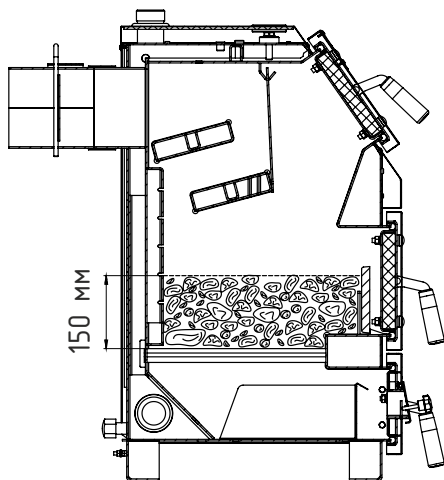

Рис.6 Заполнение котла топливом для номинального режима
8.4.3. Добавьте очередную порцию топлива, когда разгорится первый слой основного топлива. Для работы котла в номинальном режиме (рис.6) поддерживайте слой топлива на колосниковой решетке около 150 мм. Для предотвращения выхода дыма в помещение через загрузочную дверцу при добавке основного топлива, закрывайте заслонку (поз.15) на поддувальной дверце (поз.16). После загрузки порции топлива откройте заслонку. При температуре теплоносителя в котле и системе менее 60°C может образовываться конденсат по всей поверхности теплообменника. При прогреве теплоносителя выше 60°C конденсатообразование прекращается.
8.4.6. Добавьте очередную порцию топлива, когда разгорится первый слой основного топлива. Для работы котла в номинальном режиме (рис.6) поддерживайте слой топлива на колосниковой решетке около 150 мм.